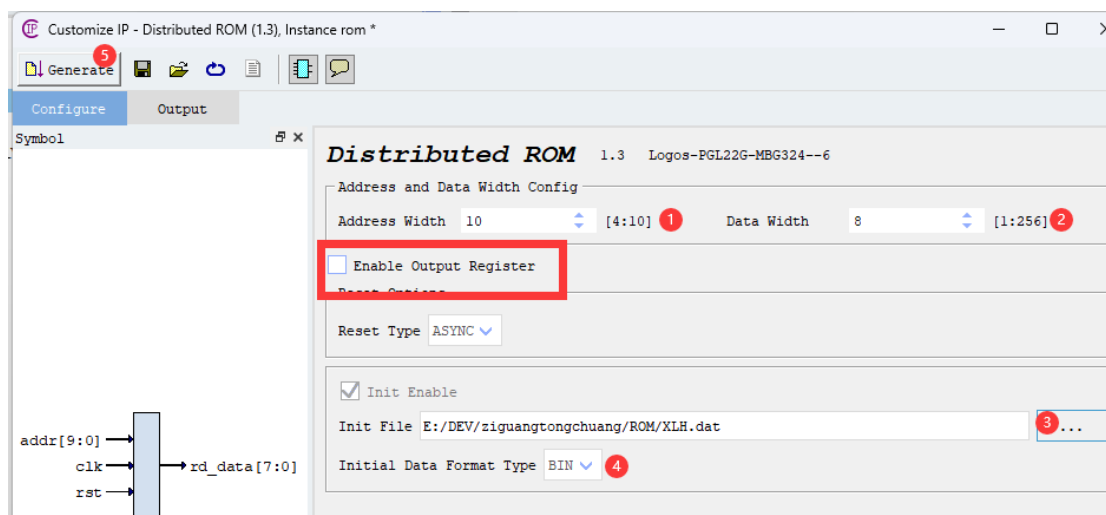

图 11-5 IP 设置页面
5. 点击图 11-5 中的“**Generate**”按钮；